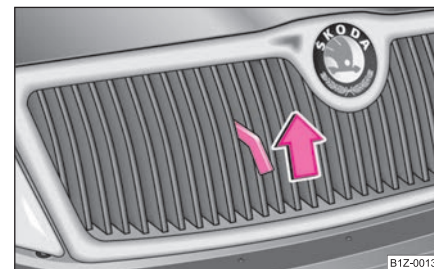

Fig. 195 Grilajul radiatorului: Mâner
- Trageți mânerul ⇒ fig. 195, capota motorului se va debloca. ►